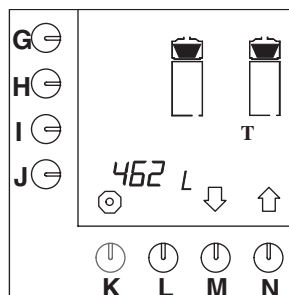

Fig. 38 Totaalteller koffiezetsysteem
- Druk op selectietoets (N.)↑ tot fig. 38 in het display verschijnt.